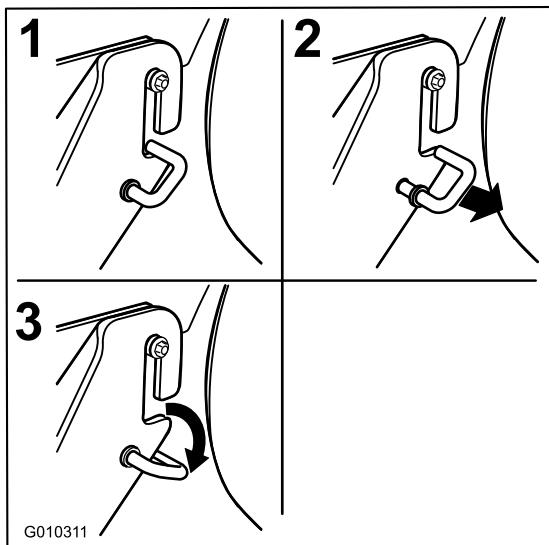

Figure 74
- Décrochez les crochets en J à ressort de la fente des supports des pattes de fixation arrière de chaque côté du plateau (Figure 74).